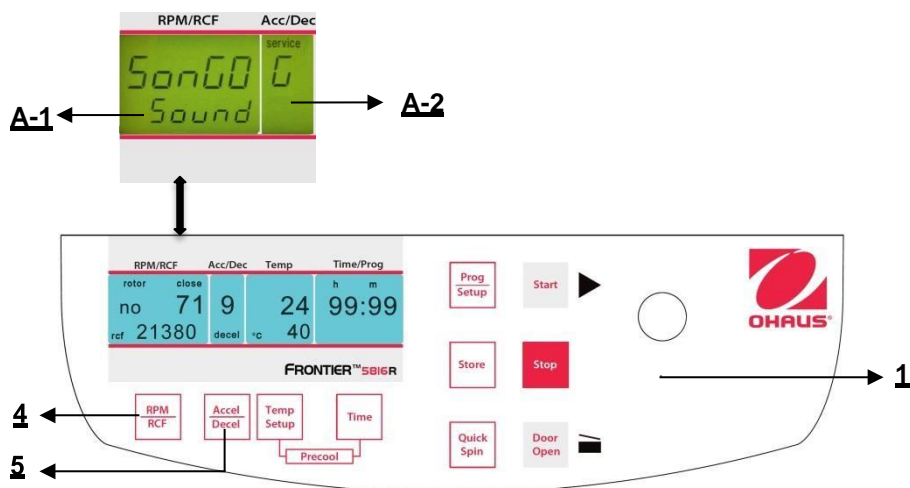

Abbildung. 37
Fahren Sie fort wie unter Punkt 4.1.1 beschrieben, um in den Programmmodus einzutreten und drücken Sie dann die Taste "**Accel/Decel**" (5). Auf der Anzeige blinkt "**Acc/Dec**" (A-2) das Wort "**Service**". Wählen Sie nun den Buchstaben "**G**" mit Hilfe des Anpassungsknopfes (1). Als Ergebnis erscheinen auf der Anzeige "**RPM | RCF**" (A-1) die Worte "**SonGo/Sound**". Nach dem Drücken der Taste "**RPM | RCF**" (4) können Sie mit Hilfe des Anpassungsknopfes (1) ein Lied auswählen. (Siehe Abbildung 37).